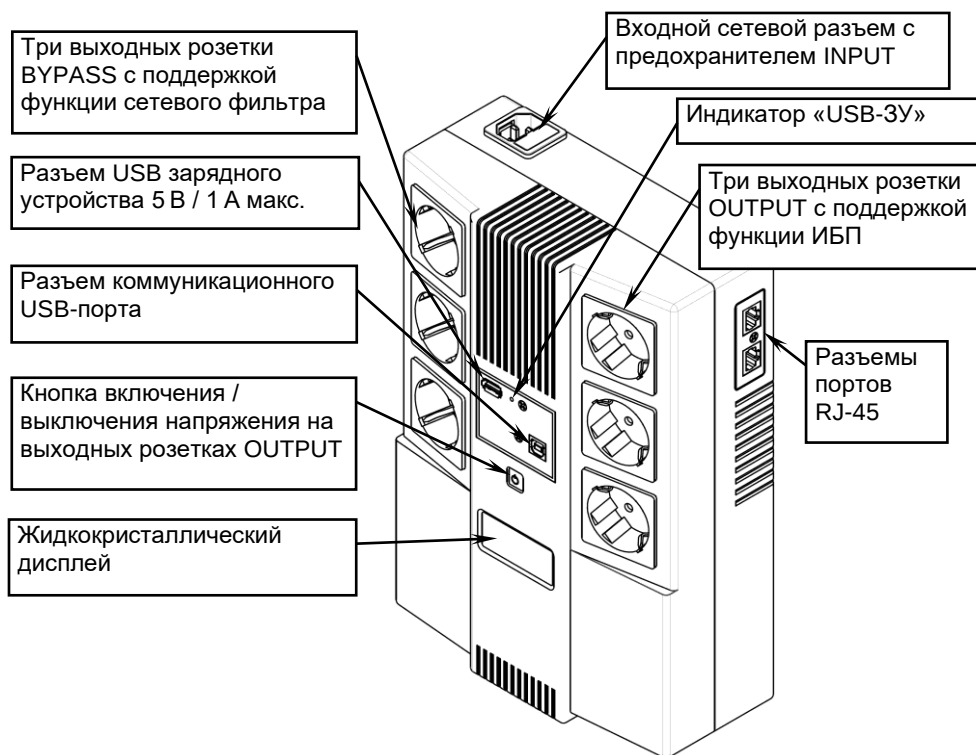

Рисунок 1 — Общий вид изделия спереди
- возможность оперативного выключения/включения напряжения на выходах с функцией ИБП кнопкой, размещенной на передней панели (см. рисунок 1).
Источник имеет (см. рисунок 1):
После подключения изделия к источнику сетевого напряжения (см. раздел **УСТАНОВКА И ПОДКЛЮЧЕНИЕ**) включается индикатор «USB-3У» (см. рисунок 1), на выходных розетках BYPASS (с функцией сетевого фильтра) появляется выходное напряжение, изделие осуществляет заряд встроенной АКБ, зарядное устройство USB активно.
Включение ИБП осуществляется кнопкой  (см. рисунок 1). После включения, в течение некоторого времени тестируется состояние входного сетевого напряжения, звучит длинный звуковой сигнал, все индикаторы светятся. Если уровень сетевого напряжения находится в допустимом диапазоне, изделие подает выходное напряжение на розетки OUTPUT, символы режима работы от АКБ и режима неисправности гаснут, символ режима работы от сети остается включенным. В противном случае ИБП включается в режим питания от АКБ (режим «РЕЗЕРВ»), символ режима работы от сети гаснет, а символ режима работы от АКБ остается включенным. Зарядное устройство USB остается активным.
Подключение изделия следует выполнять при отключенном сетевом напряжении питания в следующей последовательности (см. рисунок 1):